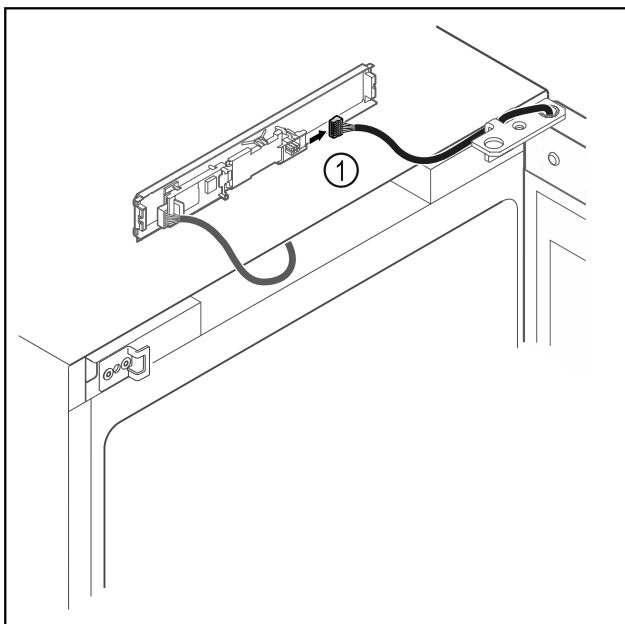

Fig. 8
- ▶ Αποσυνδέστε το φιλς Fig. 8 (1) από την πλακέτα.